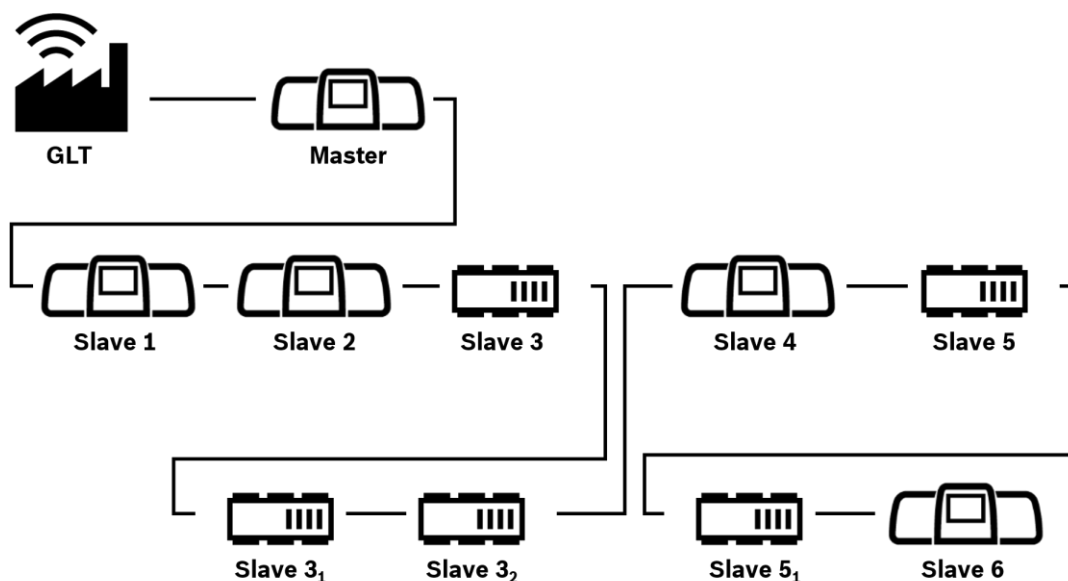

Abbildung 2-7: Beispielhafte Installation eines Verbunds
- Ein weiteres Regelgerät der Regelgeräteserie Logamatic 5000 wird immer als Unterstation (Slave) eingebunden. Eine Verwendung als Segmentunterstation ist nicht möglich (siehe Abbildung 2-7).